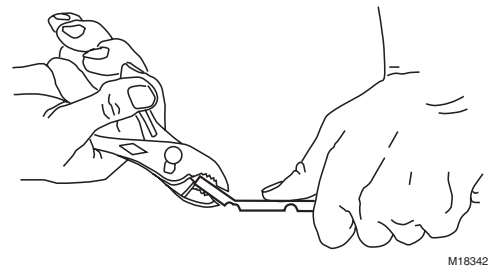

Fig. 8. Raccourcissement du support de bulbe.
- Raccourcir le support de bulbe à la longueur voulue. Voir la Fig. 8.